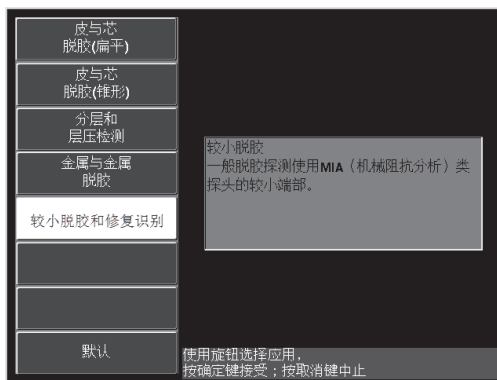

图 6-23 较小脱胶和修复识别应用
3. 选择 **Smaller Disbonds and Repair Identification**（较小脱胶和修复识别）应用，然后按确定键（）接受（参见第 137 页的图 6-23）。